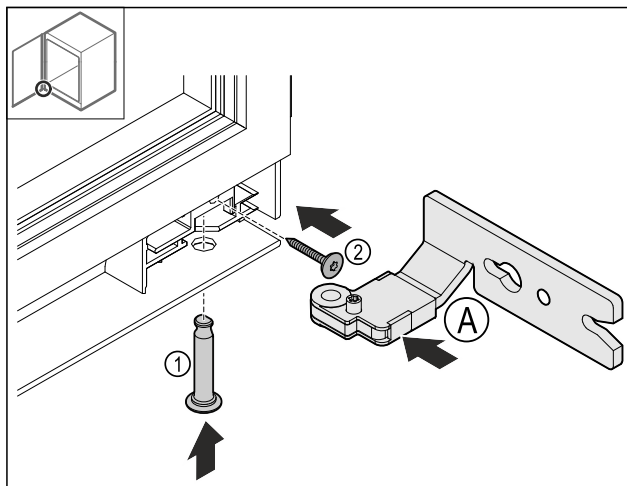

Fig. 27
- Sätt in det undre gångjärnet Fig. 27 (A).
- Sätt in stiftet Fig. 27 (1) och håll fast det.
- Skruva fast skruven Fig. 27 (2).